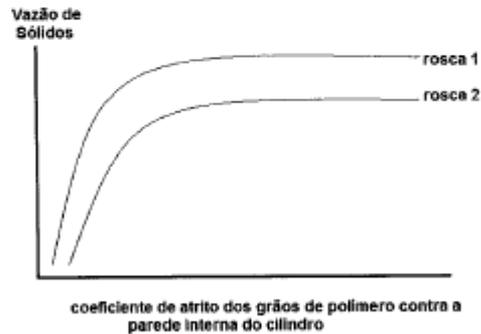

Figura 4 – Vazão de sólidos medidos combinando-se vários cilindros e duas roscas, cujos coeficientes de atrito contra os grãos de polímeros são diferentes.
37) Construiu-se uma extrusora que só possuía zona de alimentação para estudar a influência dos dois coeficientes de atrito dos grãos de polímero contra a superfície da rosca e contra a parede interna do cilindro, ambos a temperatura ambiente. O ensaio consistiu em combinar vários cilindros e duas roscas com diferentes rugosidades para as medidas da vazão de sólidos. Os coeficientes de atrito supracitados foram determinados por uma técnica independente. A figura 4 abaixo mostra as curvas de vazão obtidas em função do coeficiente de atrito dos grãos de polímero contra parede interna do cilindro, usando duas roscas (roscas 1 e 2) com rugosidades distintas. Admitindo-se que a rosca 1 possui menor coeficiente de atrito que a rosca 2, compare e analise as curvas do gráfico e assinale a alternativa correta.